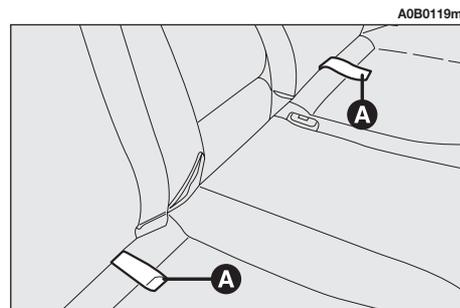

fig. 41
– Ribaltare in avanti i cuscini tirandoli dalla maniglia (A-fig. 41) posta al centro di ogni cuscino.